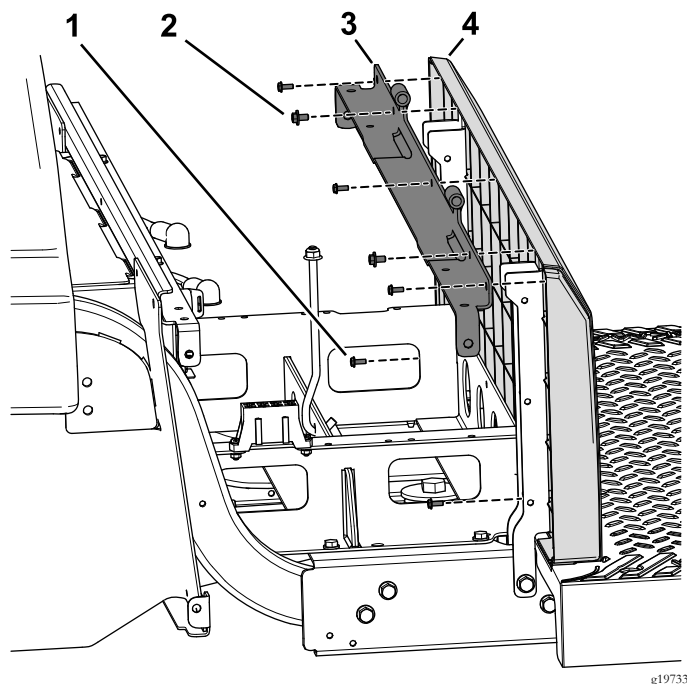

Figure 86
des 2 ensembles boulon et rondelle (1/4" x 1/2") (Figure 86).
6. Avec les 5 vis (n° 10 x 1/2"), fixez le panneau arrière au support en équerre et aux supports de siège (Figure 86).